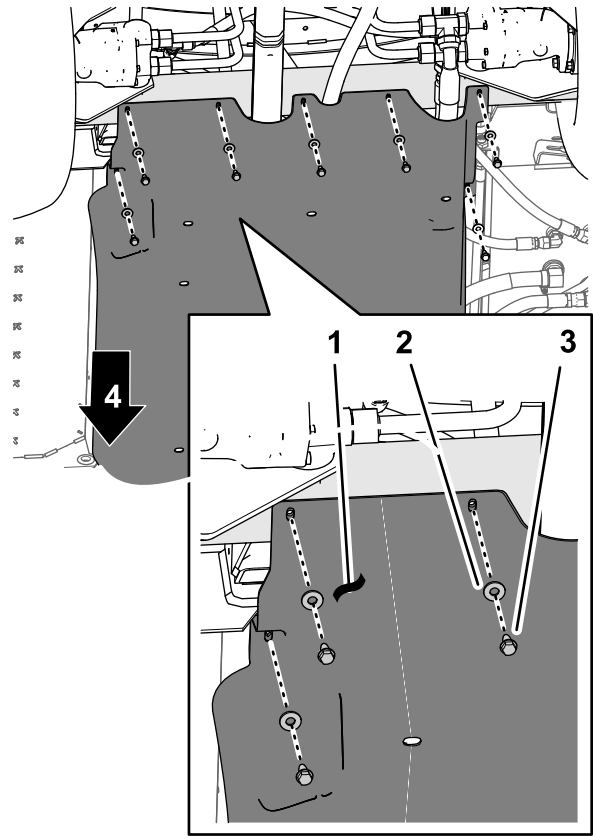
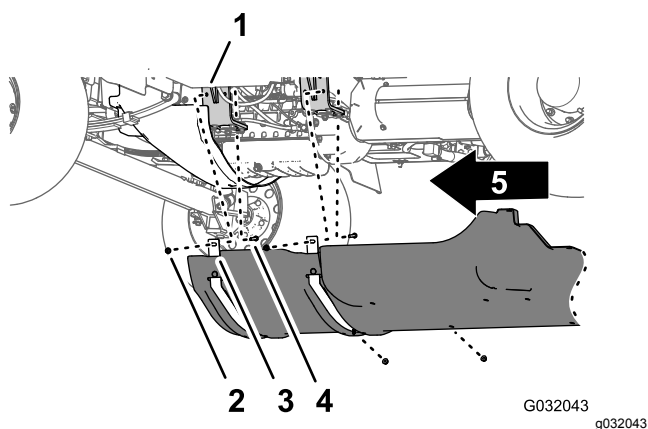

Figure 44
Figure 45
1. Retirez les 7 boulons à embase (5/16" x 7/8") et les 7 rondelles (5/16") qui fixent l'arrière du carénage de soubassement au châssis de la machine (Figure 44).
2. Retirez les 4 contre-écrous à embase (5/16") des boulons et le boulon de carrosserie qui fixent les barrettes de support du carénage de soubassement aux supports du moteur de la machine (Figure 45).
4. Déposez le carénage de soubassement de la machine (Figure 44 et Figure 45).